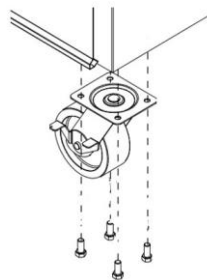

fig. 2
6. Fixez en place à l'aide des boulons (n° 9) fournis (fig. 2).
7. Placez les deux roulettes fixes (D) au-dessus des trous du côté sans poignée de l'armoire.
8. Fixez en place à l'aide des boulons (n° 9) fournis (fig. 2).